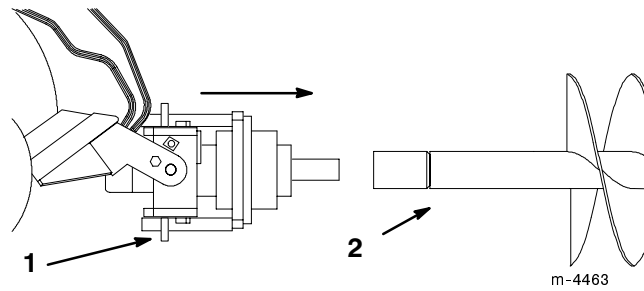

Abbildung 7
9. Die Antriebswelle in das Ende der Bohrerwelle bzw. Verlängerung manövrieren (Abb. 7).